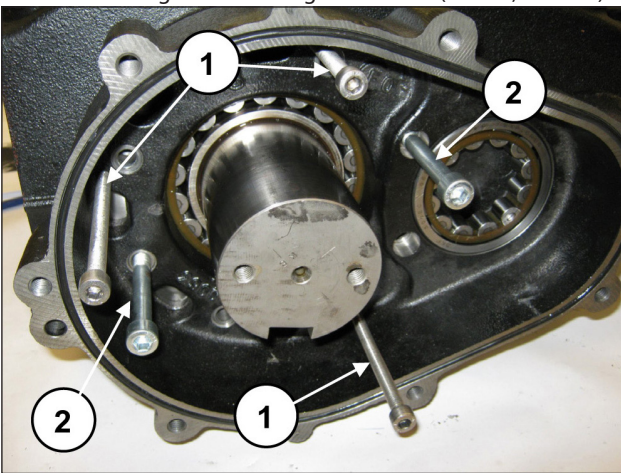

Abb. 23
Drehen Sie 3 Stiftschrauben oder Gewindeschrauben M8 (Pos. ①, Abb. 23) als Abzieher in die entsprechenden Bohrungen ein und zwei ausreichend lange Schrauben M10 für die Halterung des Getriebegehäuses ein (Pos. ②, Abb. 23).